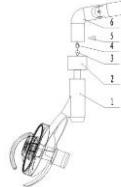

Рисунок 2
b) Сборка операционного светильника (рисунок 2). Достаньте светильник из коробки, ослабьте болт на светильнике, соедините детали 3 и 4. Присоедините светильник к рычагу, вкрутите болт в отверстие 5 для фиксации светильника.